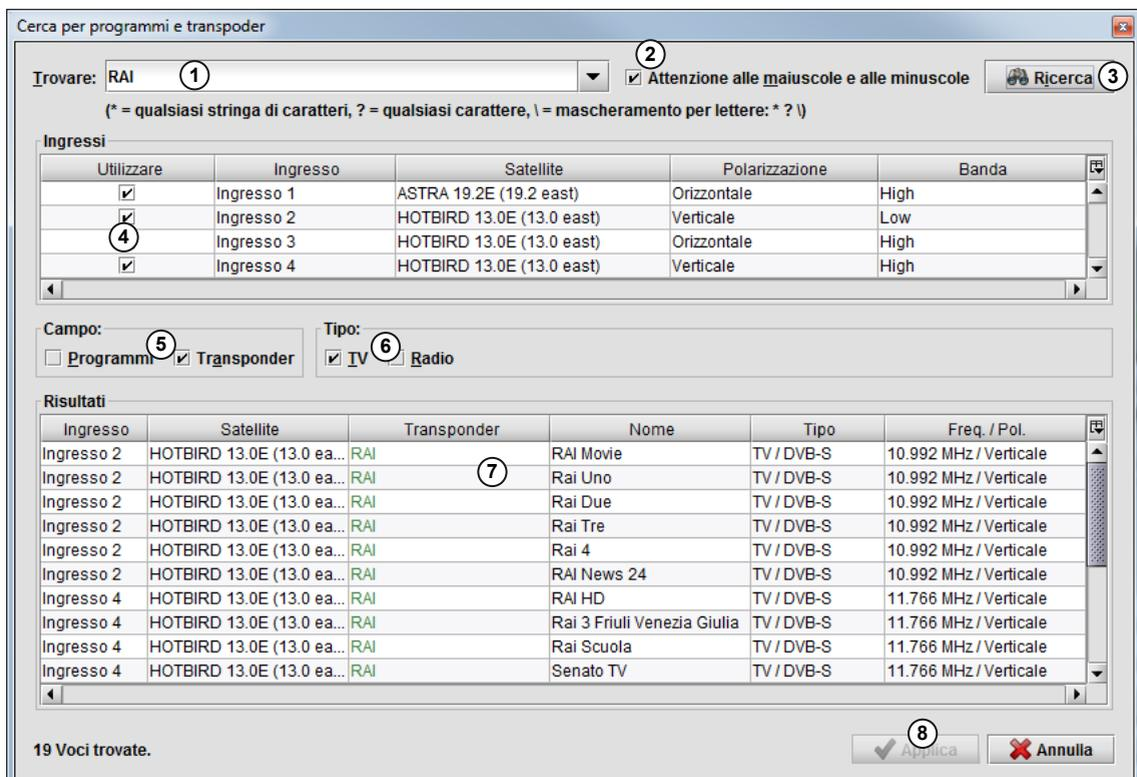

Fig. 30: Finestra **Cerca per programmi e transponder**
- ⑦ Apre la finestra per la ricerca dei programmi e dei transponder; vedere Fig. 30, pag. 48.
- ⑧ – ⑩ Parametri impostabili2) del transponder selezionato in ⑥.
- ⑪ – ⑮ Proprietà non impostabili del transponder selezionato in ⑥ (solo visualizzazione).